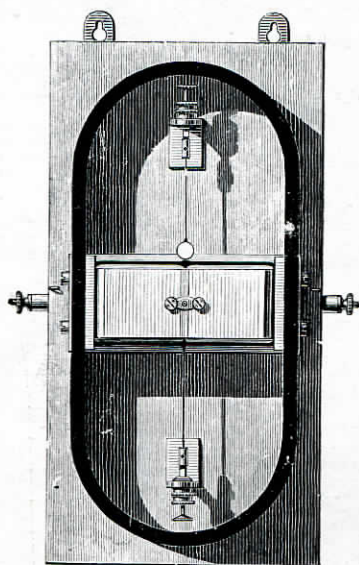

FIG. 31
**Galvanomètre balistique** (modèle mural, figure 31). 175. »